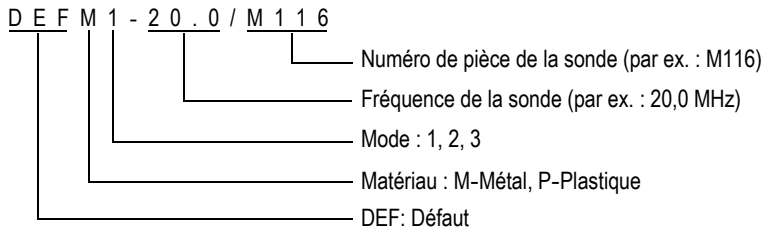

Figure 5-3 Sélection de la configuration par défaut d'une sonde monoélément
- c) Dans la liste de configurations par défaut disponibles qui apparaît dans l'écran **PAR DÉFAUT** du type de sonde que vous utilisez (voir l'exemple de la Figure 5-3 à la page 77), sélectionnez la configuration de la sonde que vous utilisez.